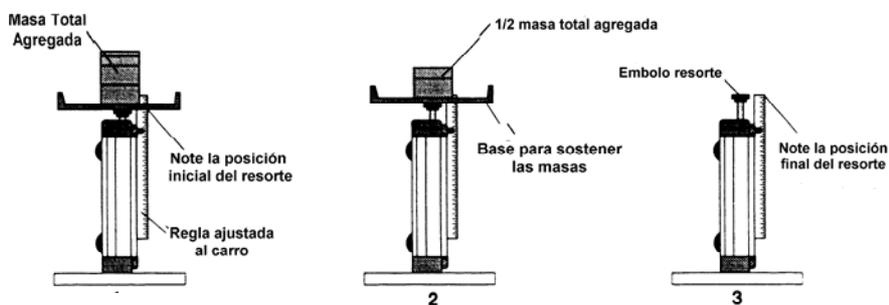

Figura 2: Calibración del carro
- ① Posicione el carro dinámico sobre uno de sus extremos, de tal forma que el resorte del carro quede apuntando hacia arriba, así como lo indica la figura 2. Fije una regla al carro y ajústela de tal modo que la línea del cero coincida con la línea superior del resorte (en posición no comprimida).
- ② Cuidadosamente agregue suficientes masas en la parte superior del resorte de tal forma que quede muy comprimido. Registre esta masa y la compresión  $x$  correspondiente (posición inicial) del resorte en la tabla 1.
- ③ Quite aproximadamente un cuarto de la masa usada en el punto ② y registre los valores de la nueva masa y de  $x$  en la tabla 1.
- ④ Repita el punto ③ hasta que no quede mas masa sobre el resorte.
- ⑤ Realice un gráfico  $F$  vs  $x$  usando sus datos y determine la pendiente de la mejor línea trazada a través de los puntos.